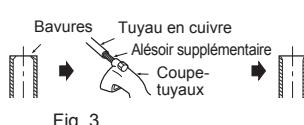

Fig. 3
- Lors du raccordement du tuyau de vidange à l'enveloppe de chlorure de polyvinyle dure, veillez à l'insérer correctement dans l'enveloppe. (Fig. 3)
- Ebarbez parfaitement la partie tronçonnée du tuyau. (Fig. 3)